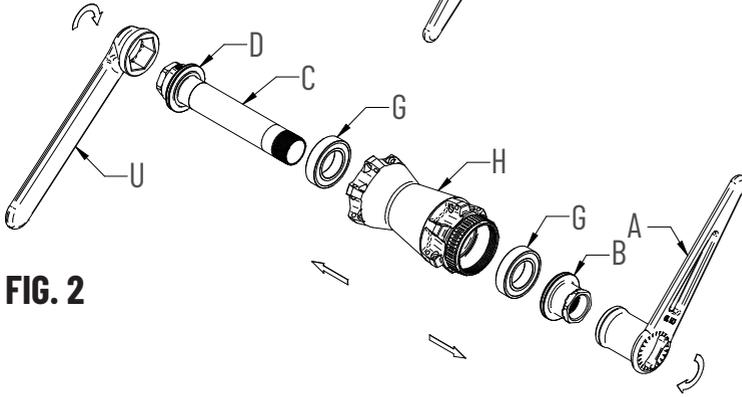

FIG. 2
- Una volta estratto il perno dal corpo del mozzo (H) si può fare la manutenzione e/o sostituzione dei cuscinetti (G) (Fig. 2)
- Utilizzate un apposito estrattore per fori da 17mm ed estraete entrambi i cuscinetti dalla loro sede (Fig. 2)
- Effettuata la rimozione, procedete al calettamento dei nuovi cuscinetti (G):
- Utilizzando un apposito utensile, inserite entrambi i nuovi cuscinetti (G) nella loro sede controllandone la corretta scorrevolezza
- **Terminata la manutenzione e/o sostituzione dei cuscinetti**, infilate nuovamente il perno del mozzo (C) e chiudete in senso orario gli scontri (B) e (D) con la chiave a bussola da 19mm (Fig. 2) alla coppia di chiusura di 12Nm.